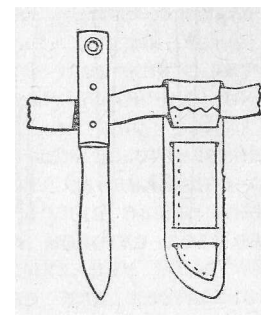

Рис. 18. Нож для такелажных работ.
*Нож* (рис. 18). Раньше незаменимым инструментом моряка был нож-финка. Трудно представить моряка того времени без ножа. Нож носили посередине спины на кожаном ремне. Там он меньше всего мешал при работах на мачте и на реях. Нож всегда был в пределах досягаемости для левой или правой руки в зависимости от обстоятельств. Теперь, когда надпалубных работ почти нет, финку может заменить хороший складной нож. Лезвие у такого ножа должно быть тонким и широким, оно должно медленно тупиться, чтобы им можно было с легкостью рубить снасти, резать брезент по уточным нитям, рубить проволоку и сети, а также делать диагональные разрезы на холсте по разметочной линии, нанесенной карандашом из графита. При разрезании холста нож следует держать лезвием вверх и острием вперед и вести его от себя через материал, положенный горизонтально.